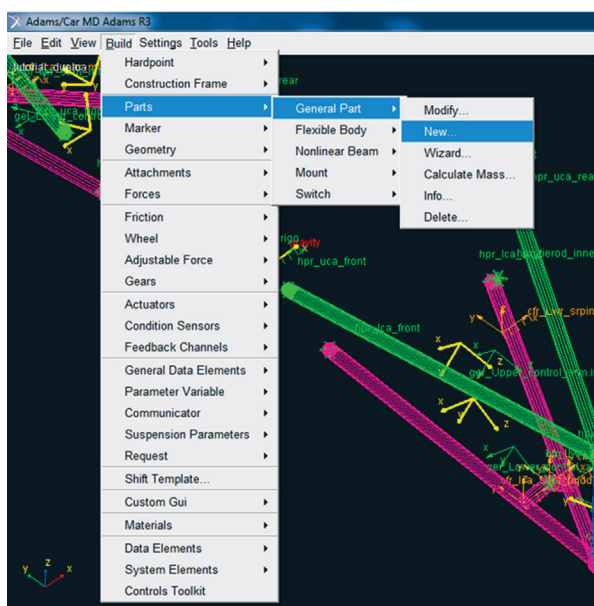

Figura 5.68 – Tela correspondente à opção de construção do *General Part* “*Upper-strut*”.
- Acesse o menu *Build* → *Parts* → *General Part* → *New*, conforme a Figura 5.68.